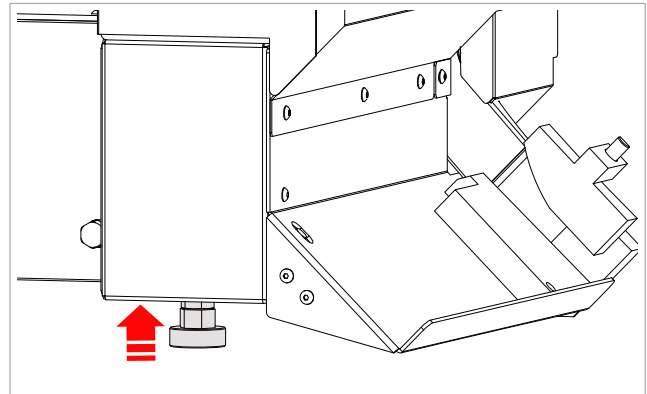

Fig. 131
- 7) Controleer dat de voet van de lader volledig is dichtgedraaid (Fig. 131).